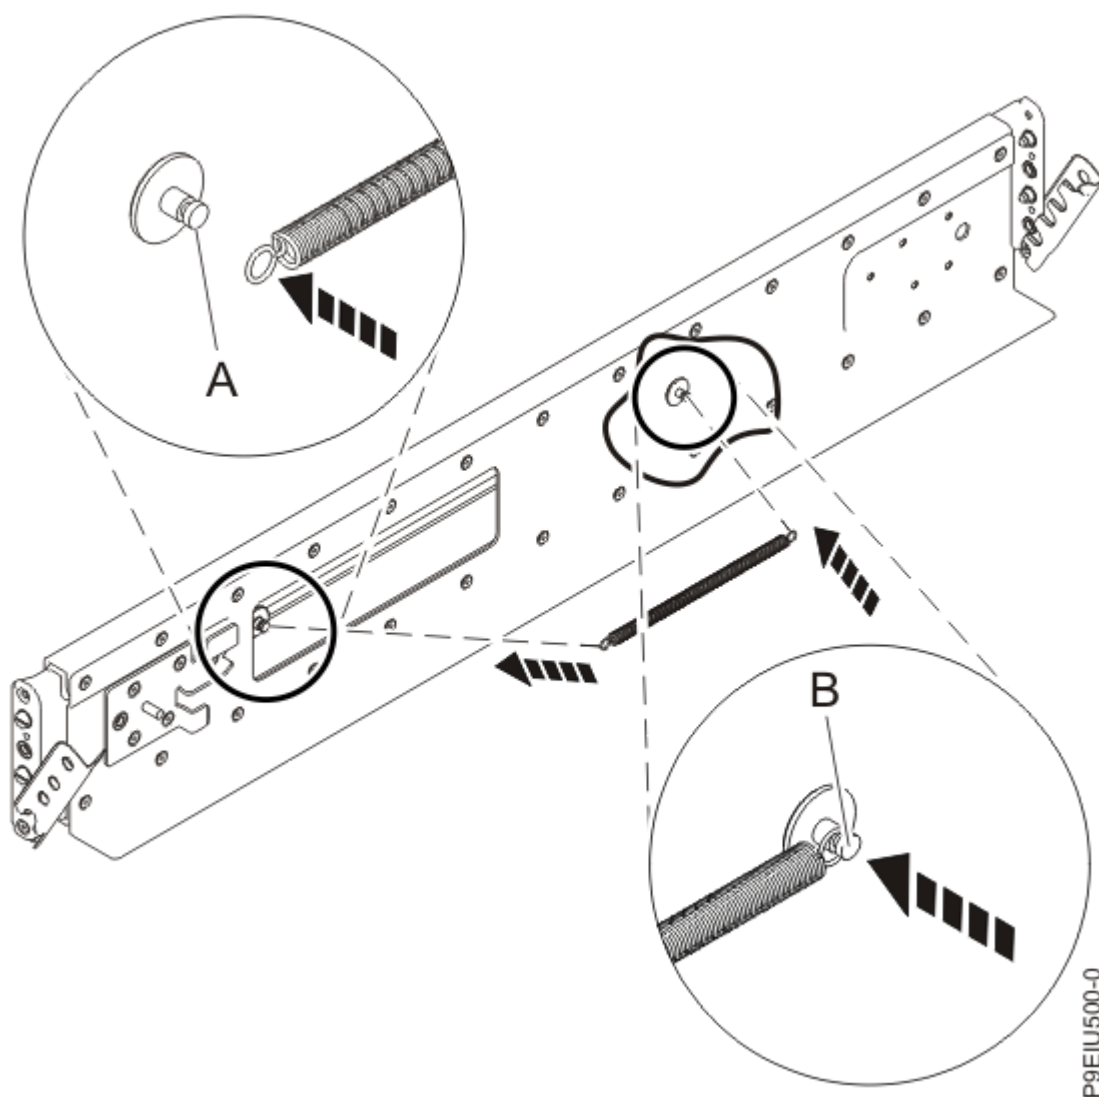

Figure 3 : Installation du ressort sur la glissière
4. Installez le ressort sur la glissière en accrochant une extrémité autour de l'une des vis de butée circulaires (**A**) et l'autre extrémité autour de l'autre vis de butée circulaire (**B**) comme illustré dans la Figure 3, à la page 5.